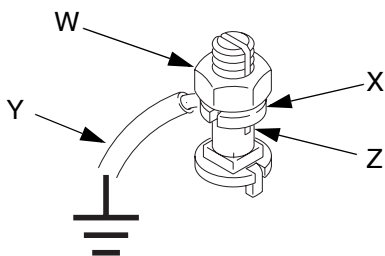

Рис. 7. Винт заземления
**Если у вас есть винт заземления, изображенный на Рис. 7,** ослабьте контргайку (W) наконечника заземляющего проводника и шайбу (X). Вставьте один конец провода (Y) заземления в отверстие в наконечнике заземляющего проводника (Z) и надежно затяните контргайку. Другой конец провода следует соединить с грунтовым заземлением. Номер узла провода и зажима заземления по каталогу— 237569.